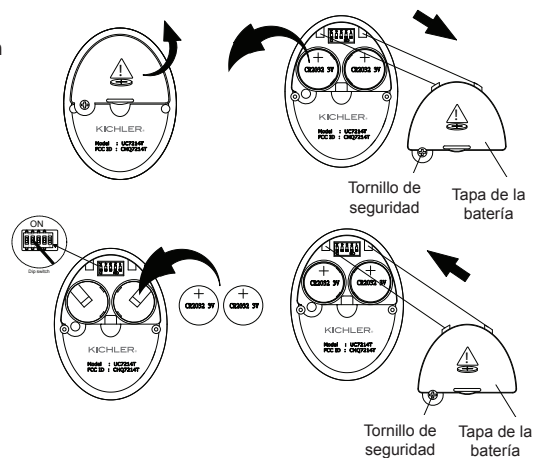

Fig. 22
Paso 1. Para quitar o reemplazar las baterías, afloje el tornillo de seguridad y retire la tapa de la batería de la parte posterior del transmisor para acceder al compartimiento de la batería. (Fig. 22)
NOTA: Si reemplaza las baterías, asegúrese de instalar las nuevas baterías CR2032 de 3 V con el lado + hacia arriba. (Fig. 22)
Vuelva a colocar la tapa de la batería en la parte posterior del transmisor y ajuste el tornillo de seguridad. (Fig. 22)